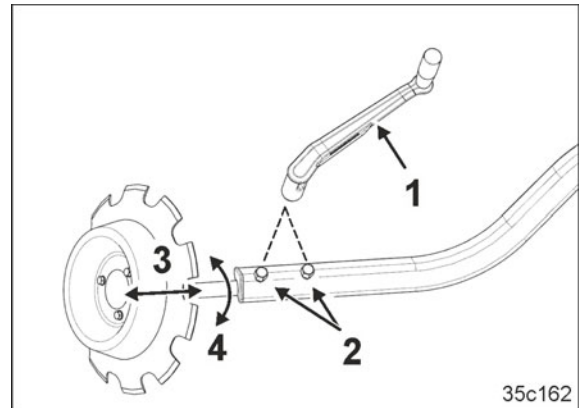
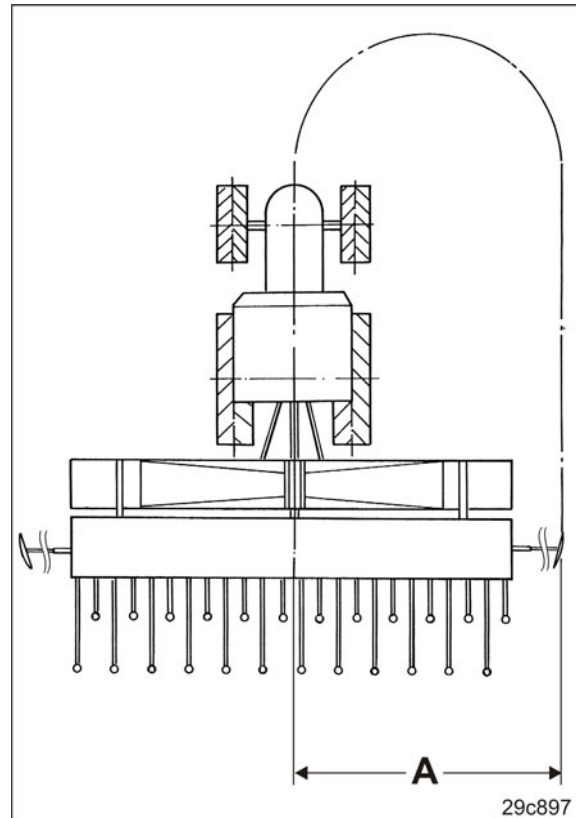

Fig. 135
Fig. 136
- la longitud del disco trazador (Fig. 135/3)
- la intensidad de trabajo del disco trazador según el tipo de suelo (Fig. 135/4).
2. Soltar los tornillos (Fig. 135/2) con la herramienta de manejo (Fig. 135/1)
3. Ajustar el disco trazador desplazándolo (Fig. 135/3) a la longitud "A" [ver la tabla (Fig. 136)].
4. Ajustar la intensidad de trabajo del disco trazador girando (Fig. 135/4) el eje del disco trazador, de manera que en suelos blandos vaya en paralelo a la dirección de marcha y sobre suelos duros más oblicuo.
5. Apretar los tornillos (Fig. 135/2).